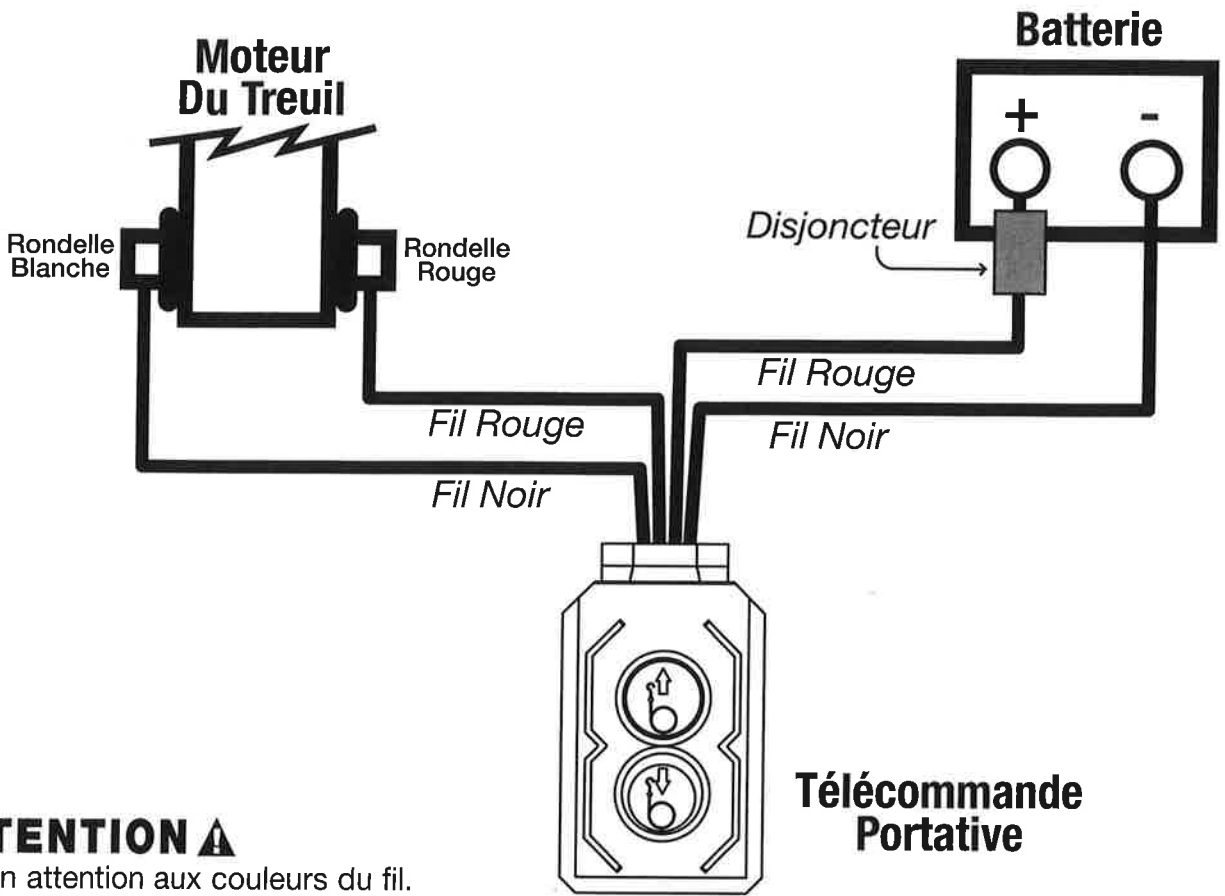

figure 9
Étape 4. Suivez le schéma de connexions électriques ci-dessous (Figure 9). Installez le solénoïde à proximité de la batterie sur une surface solide.
Étape 4a : La commande manuelle (télécommande) peut être montée sur le guidon. Déterminer l'emplacement pour y fixer le support et le collier de fixation, comme indiqué à la Figure 8a. Achèvement et retourner les fils provenant de la commande manuelle vers le parastenseur/coupe-circuit les bornes de connexion à la batterie et les bornes de connexion au moteur du treuil comme illustré à la Figure 9.